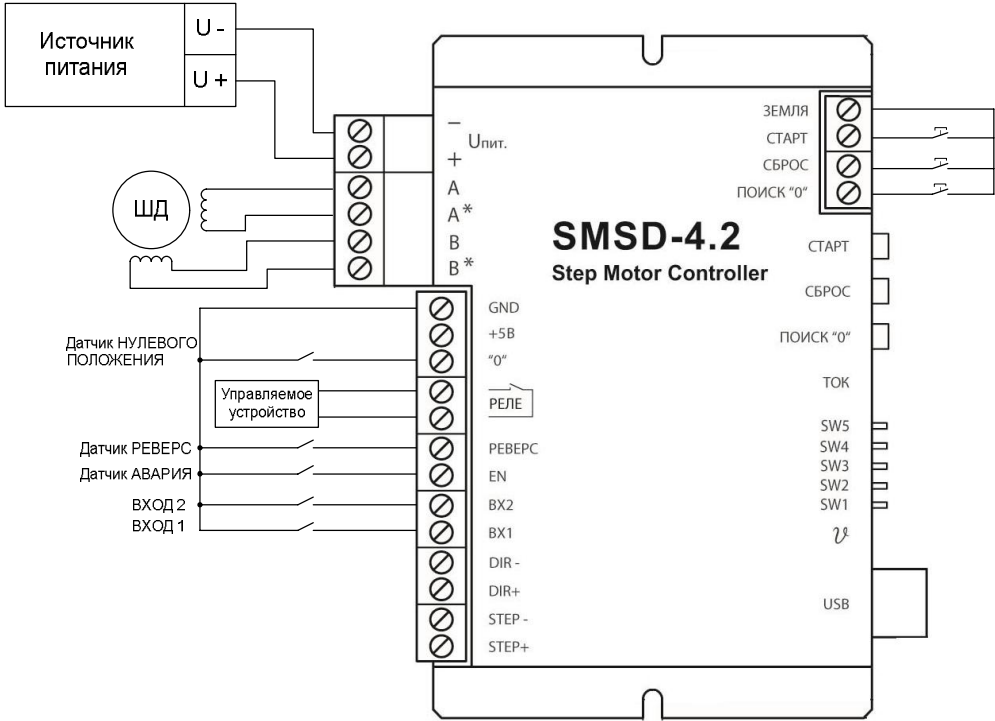

Рис.2. Схема подключения блока в режиме контроллера.
- 1.Выполните соединение блока с ШД, датчиками и источником питания согласно схемам рис.2 – 5.
Пример подключения к датчику приведен на рис.5. Схемы подключения блока в различных режимах работы приведены на Рис. 2 - 4.